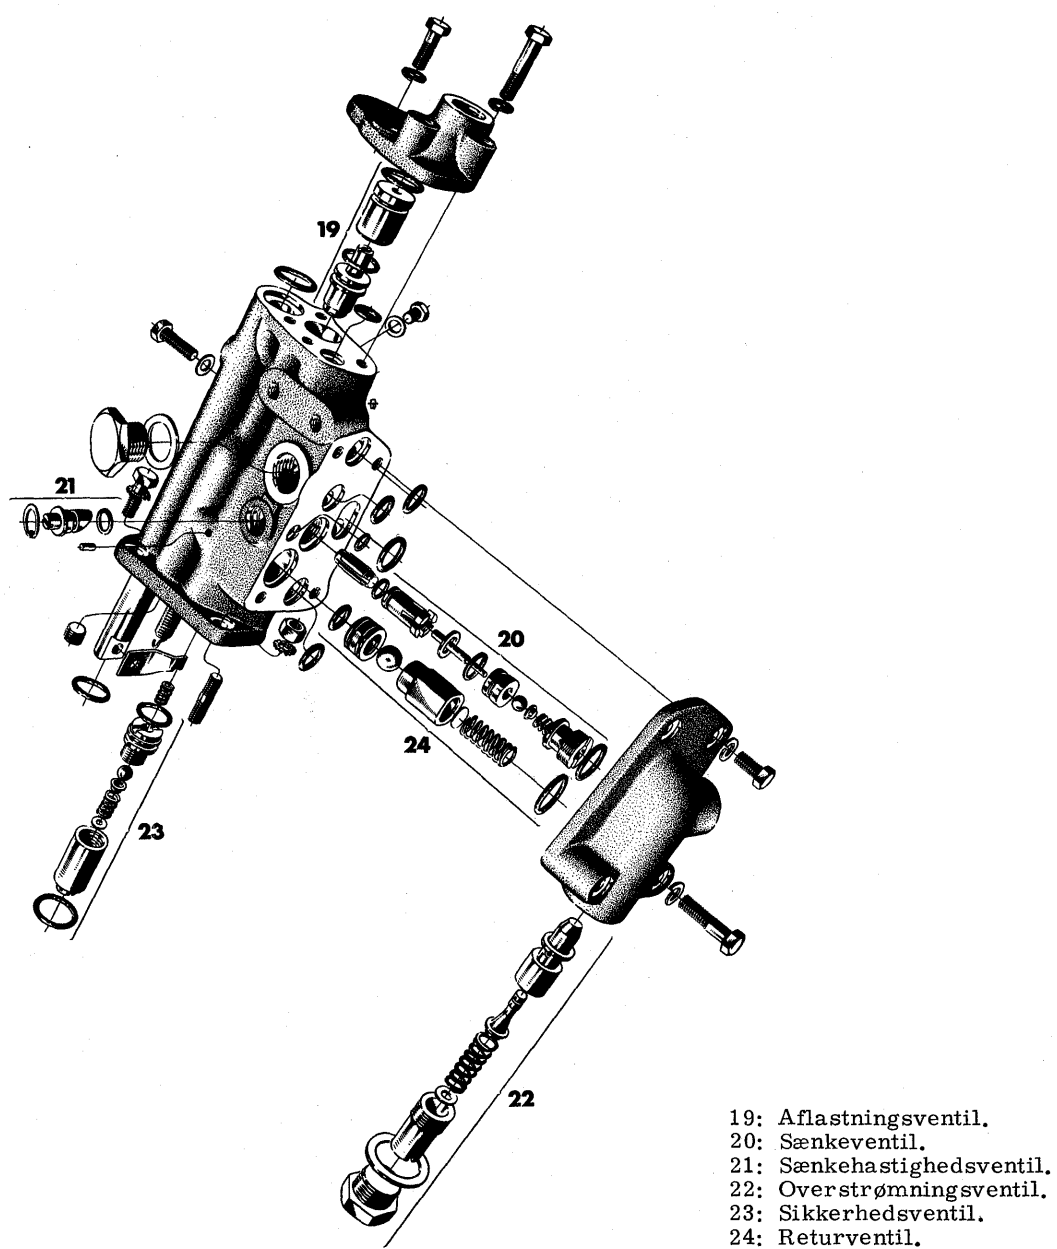

Fig. 39. Exploded View af reguleringsventilen.
I reguleringsventilen (39) fig. 39 og 40, findes foruden kanaler for olien, glideren (35), aflastningsventilen (19), sænkeventilen (20), returventilen (24), overstrømningsventilen (22), sikkerhedsventilen (23) og en ventil for regulering af sænkehastigheden (21). Reguleringsventilens ene ende er fastboltet til hydraulikhuset, og de oliekanaler der udmunder i denne ende er derved i direkte forbindelse med hydraulikhuset. Olien foran regulatorglideren står i forbindelse med hydraulikhuset.